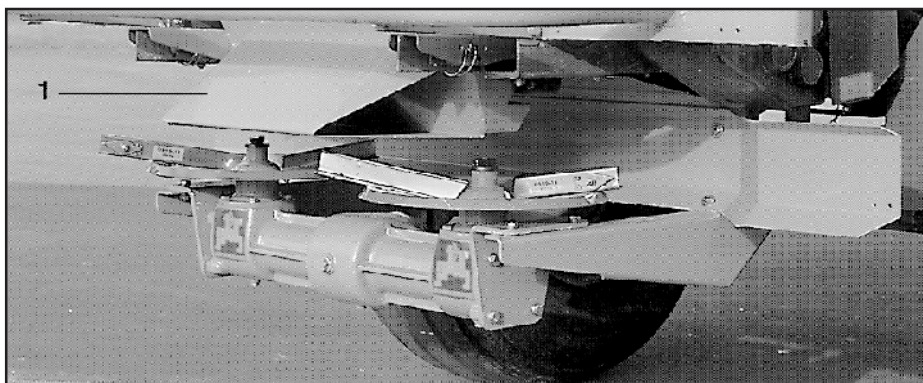
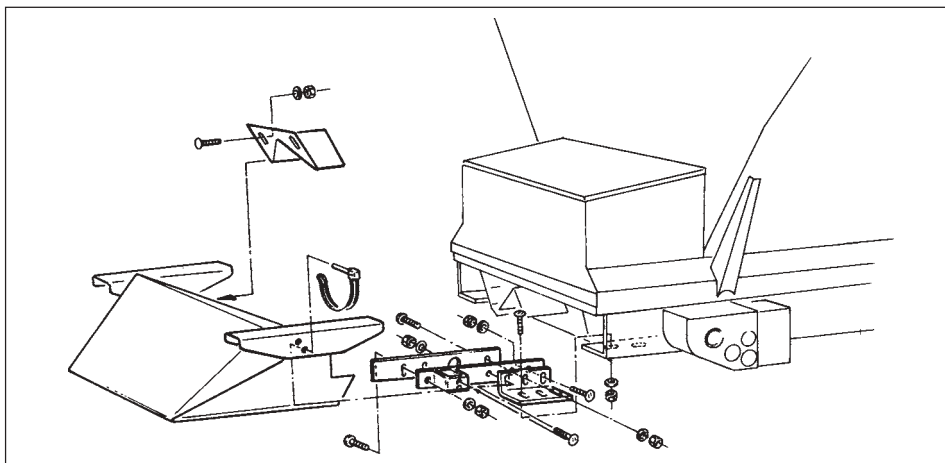

Рис. 7.16
Рис. 7.17
- Прикрепите воронкообразный спусковой лоток (рис. 7.16/1), как показано на рис. 7.17.